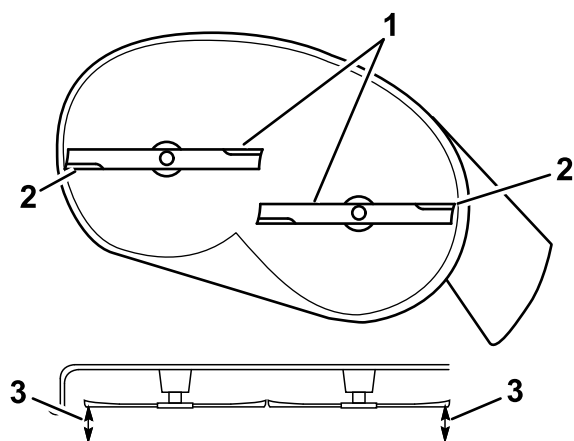

Figura 63
- Meça entre as extremidades de corte exteriores e a superfície plana (Figura 63).
4. Após o ajuste, verifique a inclinação entre a frente e a traseira, continue a ajustar a porca até que a ponta da lâmina frontal esteja 1,6 a 7,9 mm mais baixa que a ponta da lâmina traseira (Figura 63).